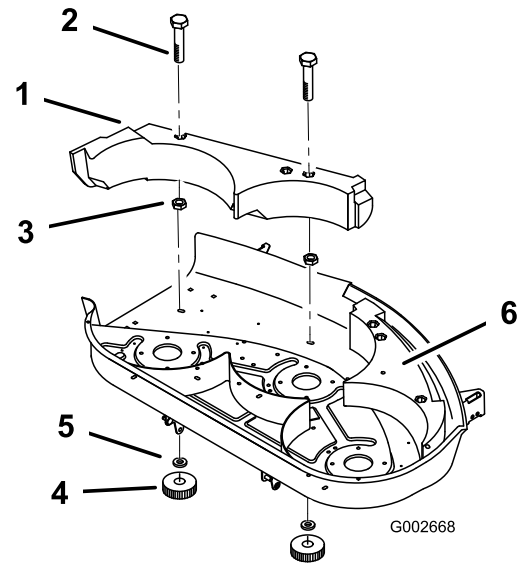

Bild 18
2. Entfernen Sie die Handräder und Wellenscheiben vom rechten Ablenkblech (Bild 18).
4. Montieren Sie das rechte Ablenkblech am Mähwerk mit den Handrädern und den Wellenscheiben (Bild 18), die Sie in Schritt 2 abgenommen haben.